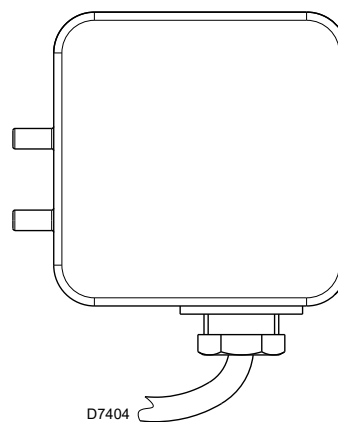

Fig. 21
- Regular el presostato aire (Fig. 21) en el inicio de la escala.
Regular el presostato de aire (Fig. 21) tras haber realizado todas las demás regulaciones del quemador con el presostato de aire regulado al inicio de la escala.